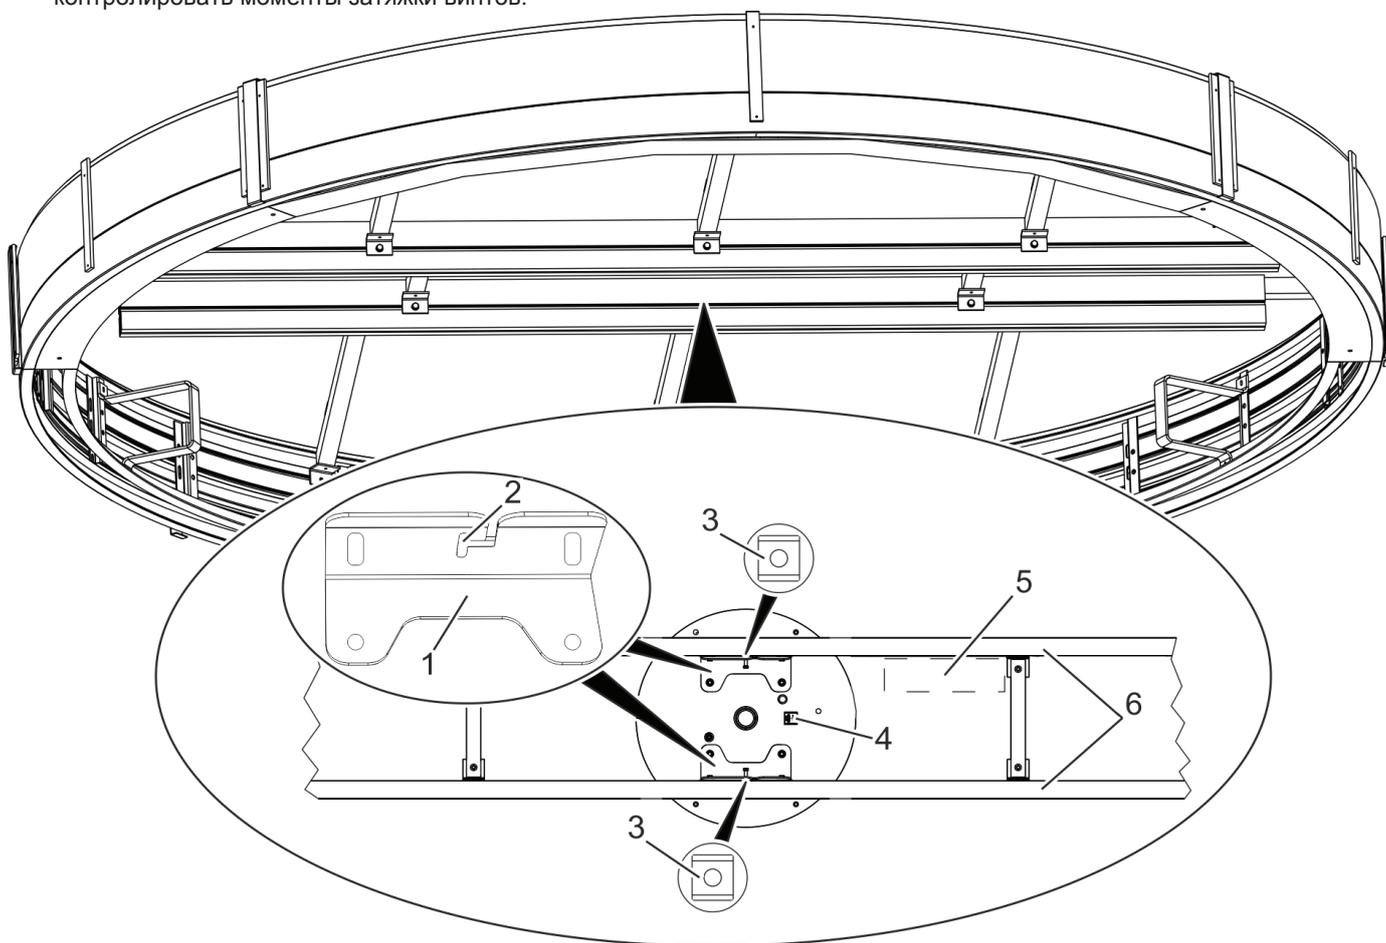

Рис. 55 Подвешивание привода
2. Выровнять по 1 ходовой гайке (рис. 55/3) в каждой из центральных балок относительно центра (рис. 55/6) и ввернуть по одному винту в ходовые гайки (набор винтов 34053401150).
Поднимать привод нужно вдвоем, направляя его по центру между центральными балками (рис. 55/6), и подвесить его на винтах с помощью пазов (рис. 55/2).
6. Вывернуть крепежные винты из пазов угловых кронштейнов (рис. 55/2).
9. При обнаружении различий нужно вставить прокладки между угловым кронштейном (рис. 55/1 + 2) и центральной балкой (рис. 55/5).
Поднимать привод нужно вдвоем, направляя его по центру между центральными балками (рис. 55), и установить его на угловые кронштейны. Затем закрепить его винтами (набор винтов **9501900275700**).
Убедиться в том, что соединение системы управления (рис. 55/4) направлено в сторону регулятора (рис. 55/5), устанавливаемого позднее.